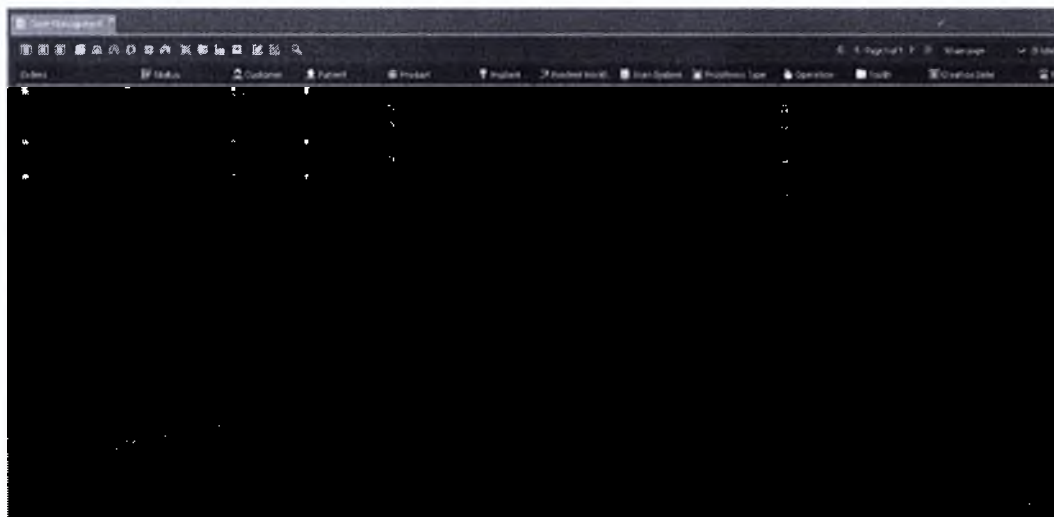

Рис.9
2. Выберите архивирование или резервное копирование заказа (рисунок 9).